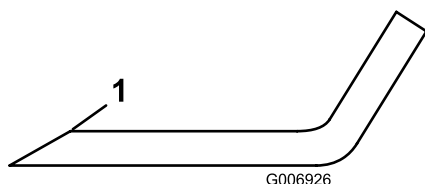

Figura 33
1. Utilice una lima para afilar el filo de corte en ambos extremos de cada cuchilla (Figura 33). Mantenga el ángulo original. La cuchilla permanece equilibrada si se retira la misma cantidad de material de ambos filos de corte.